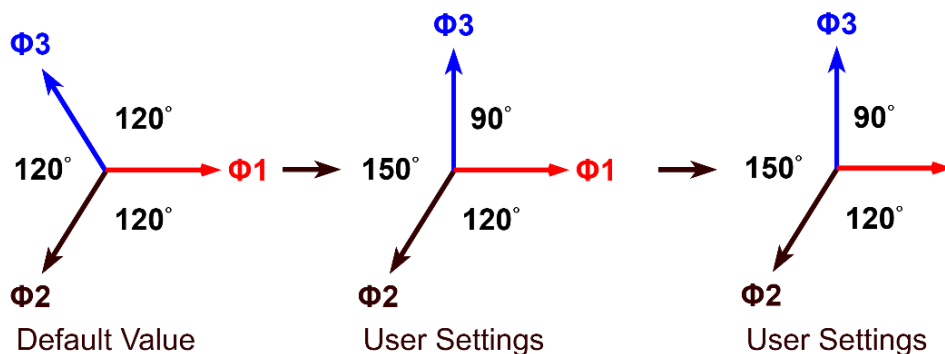

图 4-33 输出配置(Phase)页面- Independent Relock 禁用时
- Independent Relock = Disable**：若三相的输出频率不一致，当用户在输出中将三相频率设置为相同时，输出相位差不会自动恢复到预设的 120° ，如图 4-33 所示。